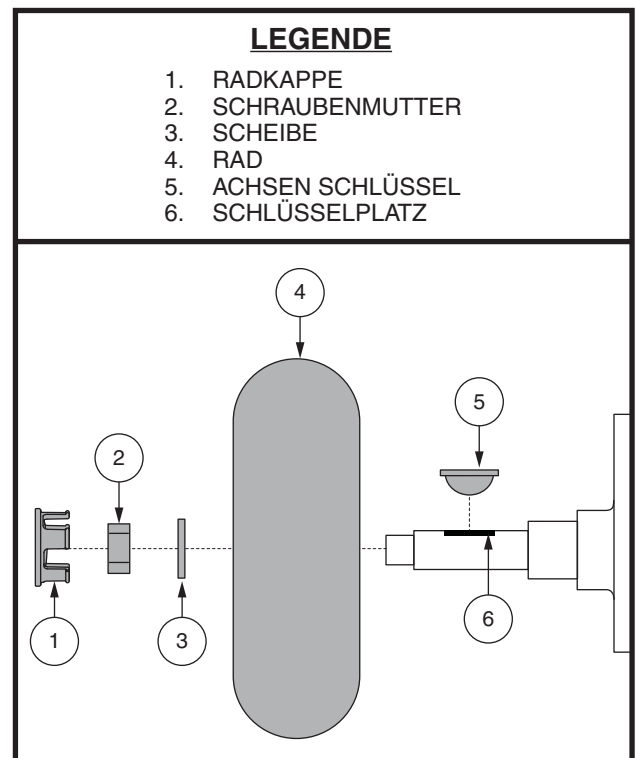

Abb. 25. Reifenradenthebung
3. Entfernen Sie die Schraubenmutter und Unterlegscheibe des Antriebsrades von der Radnabe. **Siehe Abb. 25.**
4. Entfernen Sie die Schraubenmutter und Unterlegscheibe des Antriebsrades von der Radnabe. **Siehe Abb. 25.**
9. Schieben Sie das neue Rad wieder über die Radachse. Versichern Sie sich, dass der Achsenschlüssel in seinem Schlüsselplatz ist. **Siehe Abb. 25.**